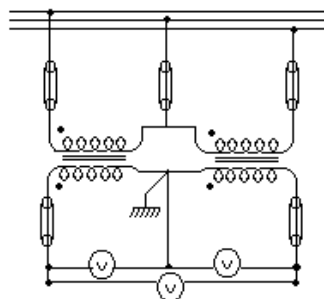

Figura 51
C) Dos transformadores monofásicos, montaje en V, para formar un sistema trifásico de medición, para alimentación de voltímetros, vatímetros, contadores, etc. según la disposición de figura 51. Los devanados deben estar a  $60^\circ$ .